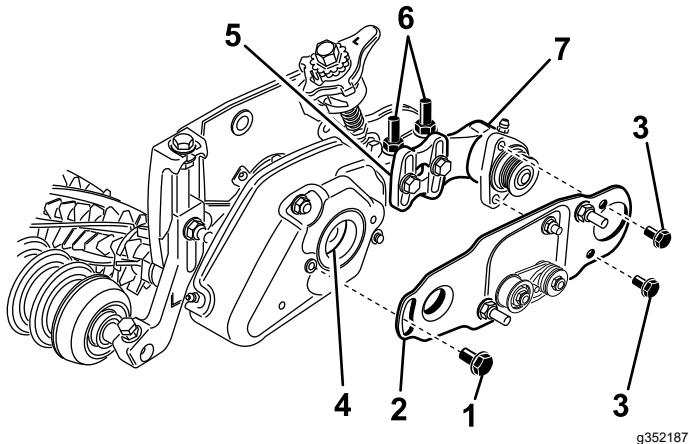

Figura 27
soporte de montaje del cepillo de rodillo (Figura 27).
13. Instale la placa de pivot del cepillo del rodillo (Figura 27). Asegúrese de que el anillo de goma queda correctamente asentado en la cubierta al introducir el saliente de la placa de pivot por el anillo de goma de la cubierta del gromer.
14. Aplique Loctite 242 (azul) en los 2 pernos de 5/16 x 5/8 pulgada y utilícelos para montar la placa del cepillo en el alojamiento del cojinete del cepillo de rodillo (Figura 27). Apriete los pernos a 20-25 N·m.
- Afloje las 2 contratuercas con arandela prensada que sujetan el soporte de montaje del cepillo de rodillo a la chapa lateral de la unidad de corte (Figura 27).
- Gire el alojamiento del cojinete del cepillo del rodillo hasta que quede paralelo a la chapa lateral de la unidad de corte (Figura 27).
- Apriete las 2 contratuercas con arandela prensada que sujetan el soporte de montaje del cepillo de rodillo a la chapa lateral de la unidad de corte (Figura 27).
19. Aplique Loctite 242 (azul) al perno de cuello largo (Figura 27). Sujete la placa del cepillo en la cubierta del groomer con el perno de cuello largo. (Figura 27). Apriete el perno a 20-25 N·m.